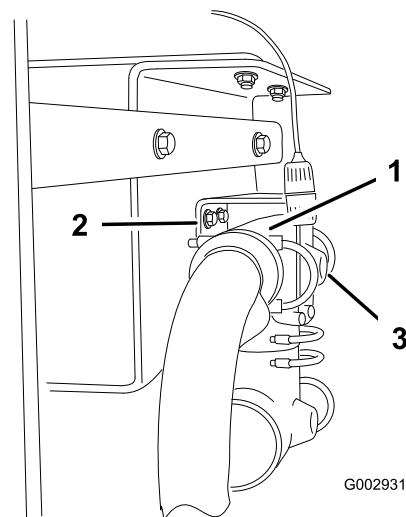

Figura 23
9. Togliete gli elementi di fissaggio che ancorano il raccordo a T dietro la valvola di alimentazione della barra, in modo che il raccordo a T si stacchi e penda sul flessibile (Figura 23).
10. Praticate con cautela un foro (diam. 1/4 poll.) sulla parte anteriore dell'orifizio, sul retro del raccordo a T (Figura 23).